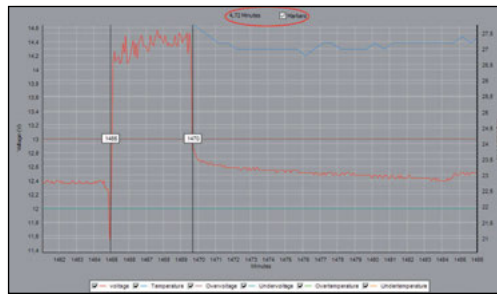

Figure 18: Marqueurs
Étape 8. Avec les lignes de marquage situées à gauche et à droite du graphique, l'utilisateur peut connaître la durée d'une certaine période dans le graphique. Les marqueurs sont activés lorsque l'utilisateur coche les marqueurs au-dessus du graphique. Lorsque les marqueurs ne sont plus nécessaires, l'utilisateur peut les désactiver en décochant la case. En faisant glisser-déposer les marqueurs, il sera indiqué au-dessus du graphique (Figure 18) combien de temps il s'est écoulé entre les deux marqueurs. L'unité de temps est déterminée par le panneau de l'unité de temps (Figure 6).